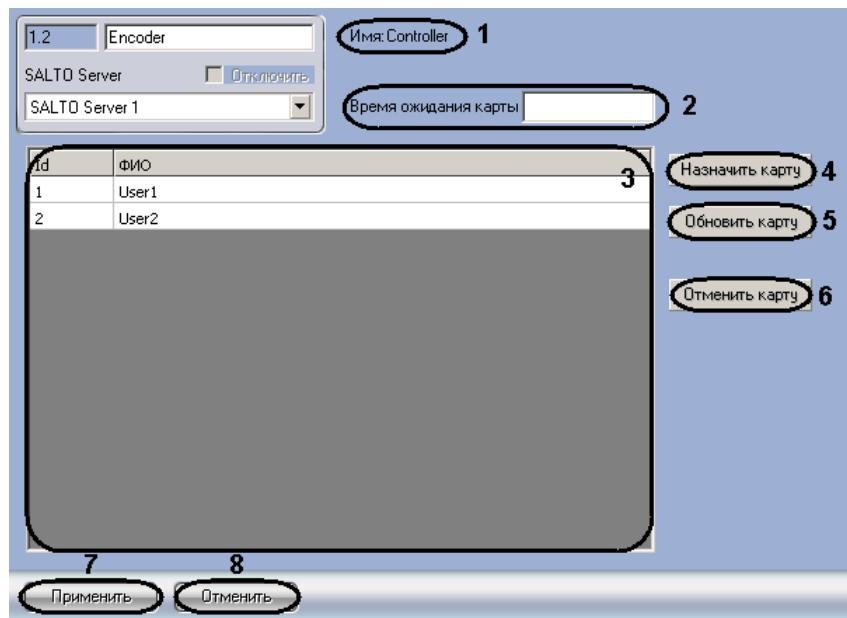

Рис. 3.3—7 Задание карт доступа
1. В поле **Время ожидания карты** ввести время в секундах, определяющее временной период после нажатия кнопки **Назначить карту** или **Обновить карту**, отводимый на поднесение карты доступа к энкодеру (см. Рис. 3.3—7, 2).
*Примечание 1. В поле Имя указано название объекта энкодера в программном обеспечении СКУД SALTO(см. Рис. 3.3—7, 1).*
*Примечание 2. В поле 3 отображаются созданные в ПК Интеллект пользователи (см. Рис. 3.3—7, 3).*